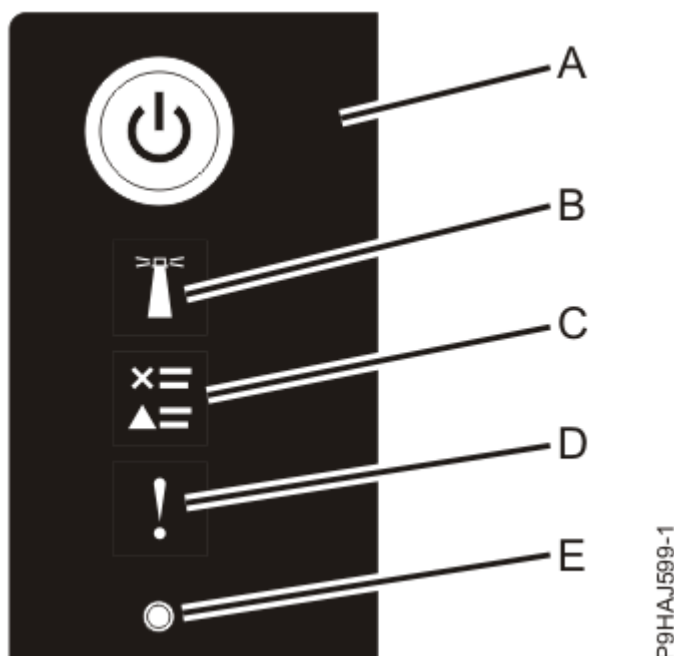

Figure 28. Voyants du panneau de commande
3. Appuyez sur le bouton de mise sous tension **(A)** du panneau de commande, comme indiqué dans la Figure 28, à la page 36.